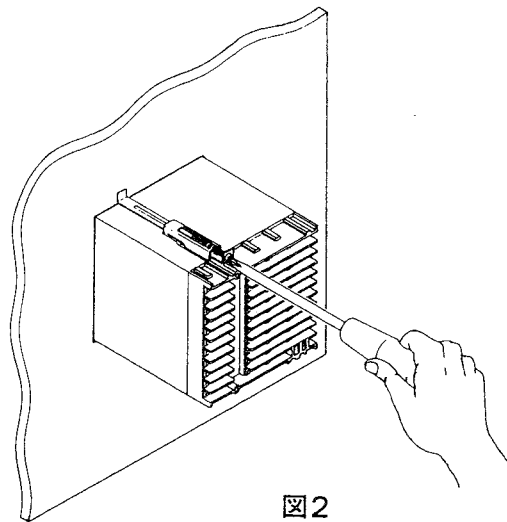

図2
- ④取付金具押さえねじを取付金具のうしろからプラスドライバーで締め付けて終了です。(図2)
- ⑤ケース下側にも上記③, ④と同じ手順で取付金具を取り付けてください。